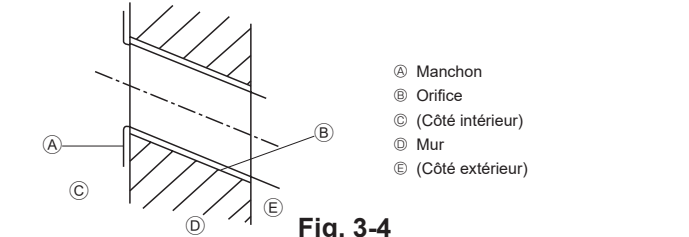

Fig. 3-4
- ② Appareil intérieur
- ③ Orifice de tuyau arrière gauche inférieur (ø75 mm, 2-15/16 in.)
- ④ Orifice de tuyau arrière droit inférieur (ø75 mm, 2-15/16 in.)
- ⑤ Orifice de câble de climatiseur arrière droit inférieur (ø75 mm, 2-15/16 in.)
- ⑥ Orifice défonçable pour orifice arrière gauche (M04/06/08/12 : 105 x 215 mm, 3-15/16 x 9-27/32 in., P15/18 : 105 x 300 mm, 3-15/16 x 11-13/16 in.)
- ⑦ Orifice de boulon (4-ø9 mm, 11/32 in.)
- ⑧ Avant-trou (6-ø4,3 mm, 3/16 in.)
- ⑨ Orifice central
- ⑩ Aligner la balance avec la ligne.
- ⑪ Insérer la balance.
3.2.2. Forage de l'orifice des tuyaux (Fig. 3-4)